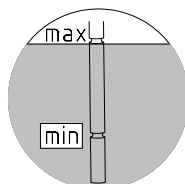

Figure 5-2 : Contrôler le niveau d'huile avec la jauge
4. Réducteur avec réservoir de niveau d'huile : Dans le **réservoir de niveau d'huile**, le niveau d'huile doit être **vérifié** à l'aide de la vis de fermeture avec la jauge (filetage G1 $\frac{1}{4}$). Le niveau d'huile doit être compris entre la valeur max. et la valeur min. indiquées sur la jauge complètement vissée (voir figure 5-2). Le niveau d'huile doit éventuellement être compensé avec le type d'huile correspondant. Ces réducteurs ne peuvent être utilisés que dans la position de montage indiquée au chapitre 6.1.